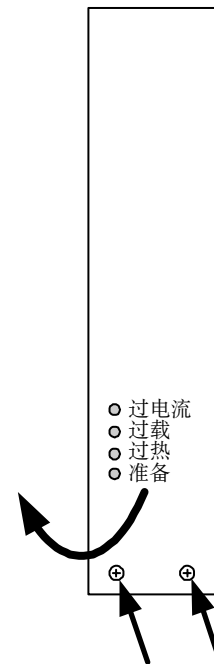

图 6-1 打开的前盖
- ◆ 松开前板底部 2 个螺钉, 从底部向前抽出前板并推向一侧(图 6-1)。不要拆卸接至前盖的 PE 导体!